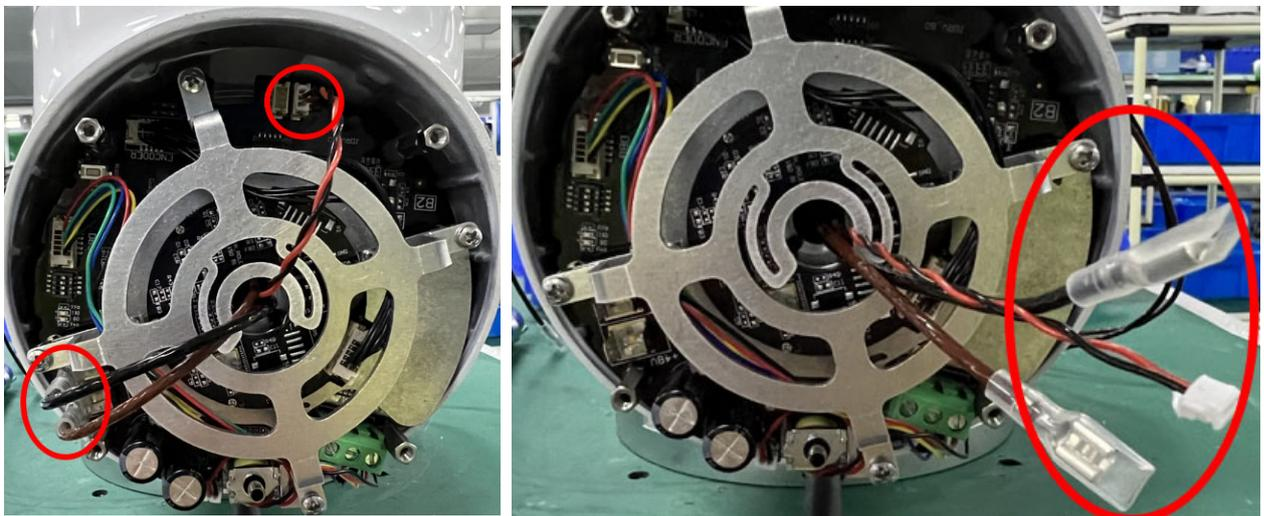

图 3-3：拔电缆连接器
6. 轻轻的拔出电缆连接器，注意不要损坏印刷电路板，如图 3-3 所示；